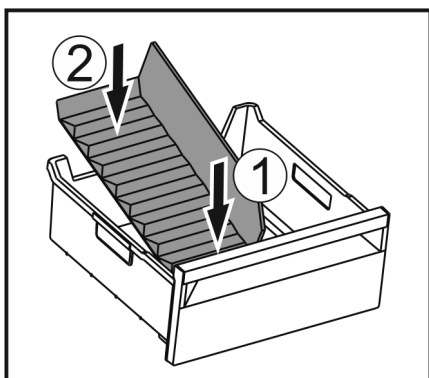

Fig. 185
- Vložte přední část přepážky přihrádky na led. Fig. 185 (1)
- Zadní část přepážky přihrádky na led spusťte až na dno zásuvky. Fig. 185 (2)